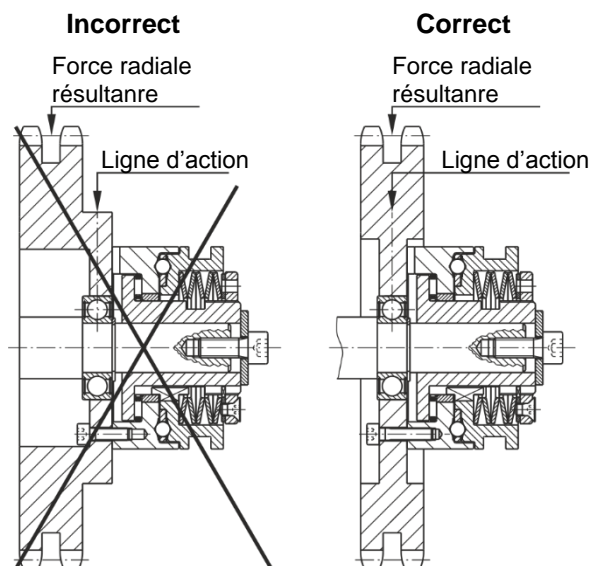

Fig. 5
- ❑ La force radiale résultante sur l'élément de transmission doit être centrée sur le support de façon à éviter un basculement de l'élément de transmission et donc du flasque de pression (2). La figure 5 montre un montage incorrect.